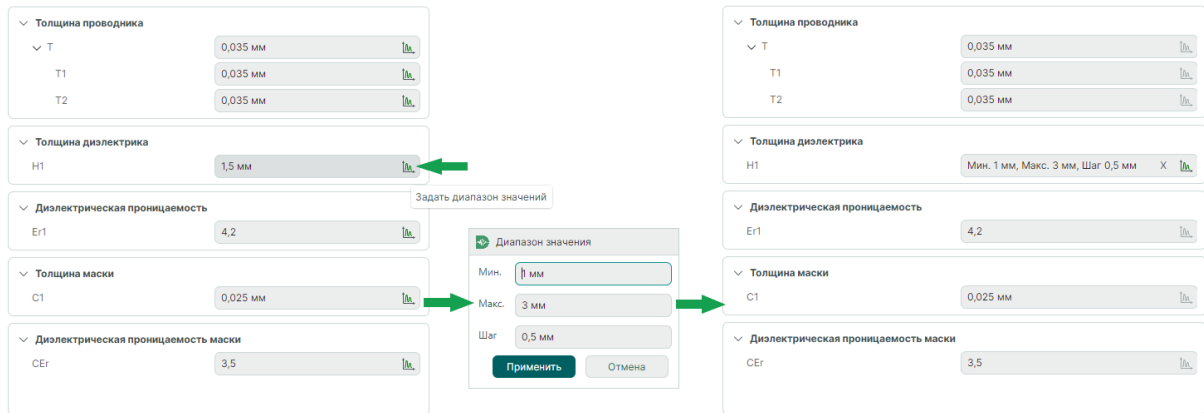

Рис. 122 Настройки множественного расчета
1. Определите стартовые настройки расчета (Рис. 122):